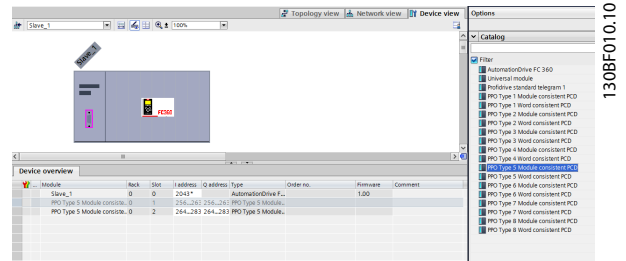

Рисунок 3.7 Перетаскивание PPO типа 6 (согласование по слову) в первое гнездо
- Настройте данные периферийных входов и выходов. Настройки данных в периферийной области передаются циклически через разные типы PPO. Перетащите PPO типа 6 (согласование по слову) в первое гнездо. Рисунок 3.7. Подробнее о типах PPO см. глава 4 Управление.